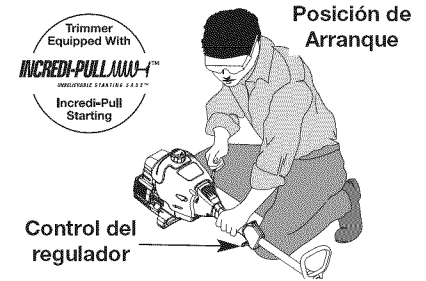

Fig. 4
**ADVERTENCIA:** Evite los arranques accidentales. Colóquese en posición de inicio cuando tire de la cuerda de arranque (Fig. 4). El operador y la unidad deben estar en una posición estable al arrancar la unidad para evitar graves lesiones personales.
4. Agáchese en la posición de salida (Fig. 4). No exprima la válvula reguladora, tiran de la cuerda del arrancador con un movimiento controlado hasta que la unidad comience. Espere y permita que la unidad esté desocupada por 60 segundos.